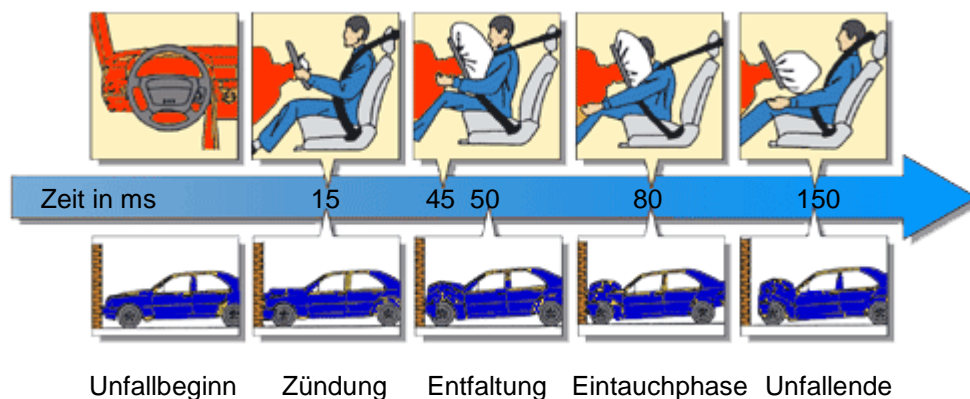

Bild 2
2.2 Auslösung und Ablauf der Airbagzündung (Bild 2)